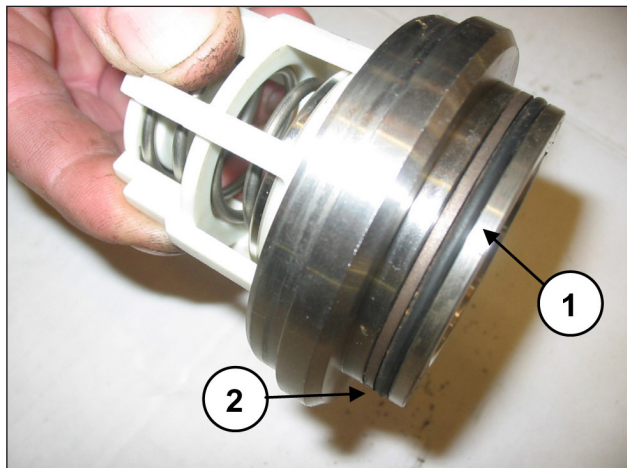

Fig. 117
Montare O-ring, pos. esploso n. 6 (pos. ①, Fig. 117) e anello antiestrusione, pos. esploso n. 16 (pos. ②, Fig. 117) sulla sede valvola di mandata.